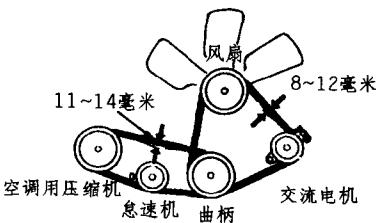

图 1-8
(4) 检查风扇皮带的松紧度, 予以调整适当(见图 1-8)。
(5) 检查制动系统、转向机、后桥及变速箱油液是否缺少, 检查轮胎气压是否合乎规定, 检查传动轴连接螺栓是否松动。